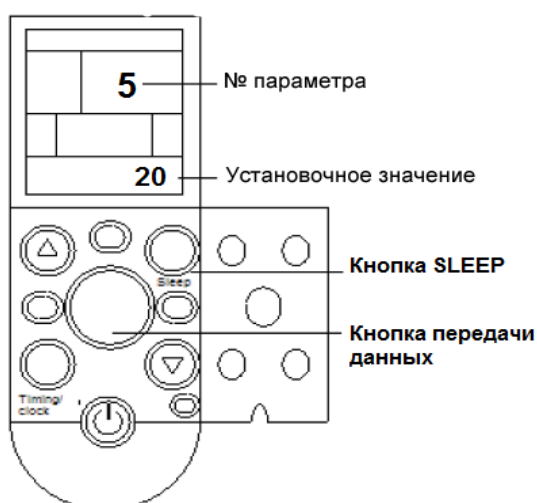

Рис.5.3
3.6.3.1 Настройка кода производительности при помощи пульта дистанционного управления YKR-F06/SET (рис.5.3)